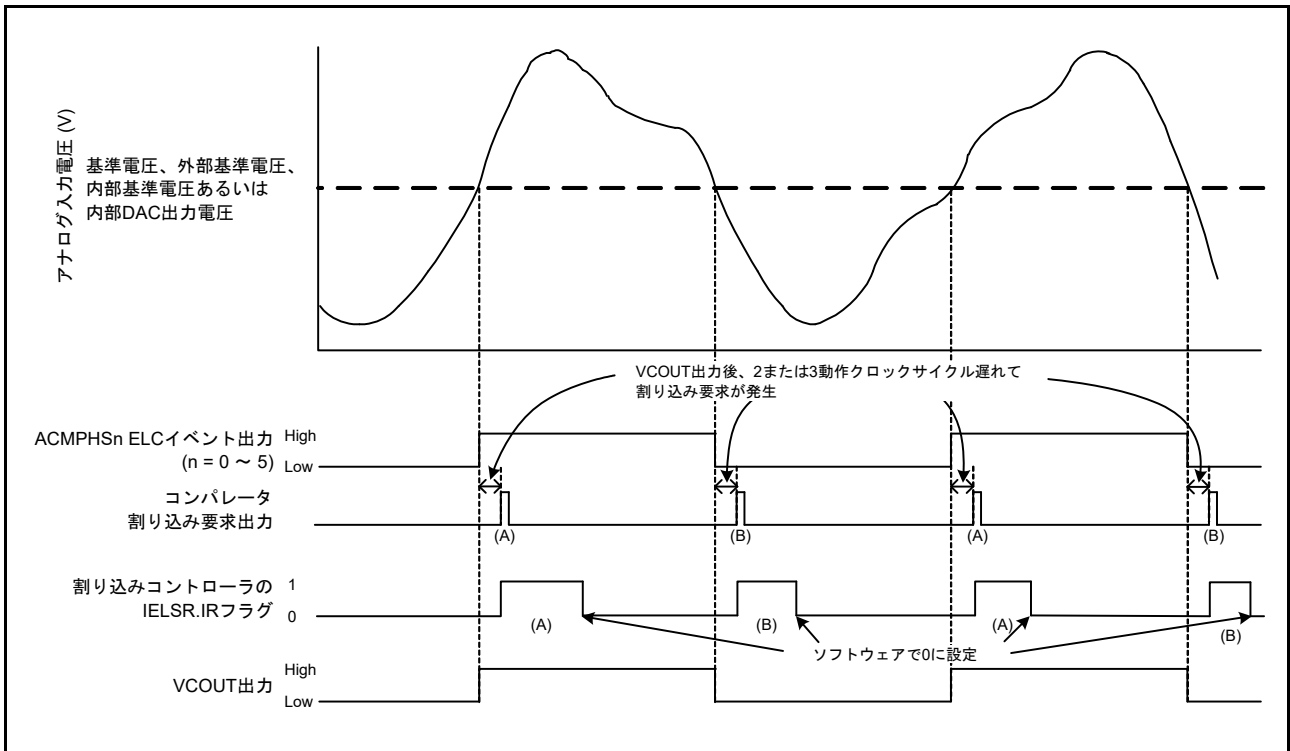

図 45.2 ACMPHS の動作例
ACMPHS の動作例を図 45.2 に示します。アナログ入力電圧が ACMPHS 基準入力電圧より高くなると VCOOUT 出力は 1 になり、低くなると 0 になります。ACMPHS 出力が変わると、割り込み要求および ELC イベントが出力されます。
図 45.2 は CPOE = 1 (端子出力許可)、CDFFS[1:0] = 00b (フィルタ不使用)、および CEG1 = CEG0 = 1 (両エッジ検出を選択) の場合に適用されます。CINV = 0、CEG0 = 1、CEG1 = 0 (ACMPHS からの非反転出力信号の立ち上がりエッジ検出を選択) の場合、IELSR.IR フラグは (A) で示されるように変化します。CINV = 0、CEG0 = 0、CEG1 = 1 (ACMPHS からの非反転出力信号の立ち下がりエッジ検出を選択) の場合、IELSR.IR フラグは (B) で示されるように変化します。CPOE = 1 の場合、VCOUT は ELC イベント出力を直接出力します。